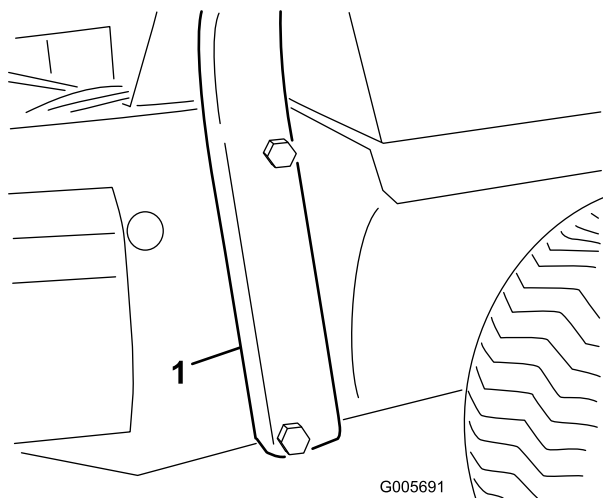

Figure 15
1. Abaissez l'arceau de sécurité sur le cadre dans l'alignement des trous de montage, comme illustré à la Figure 15.
2. Fixez l'arceau de sécurité au cadre avec 4 boulons (3/4 x 5-1/2"), rondelles-freins et écrous (Figure 15). Serrez-les fermement.